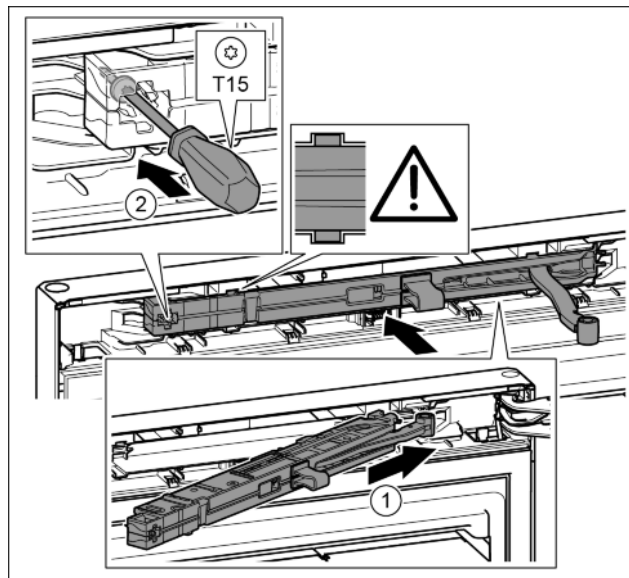

Fig. 19
- ▶ Вставить узел амортизатора со стороны опорного кронштейна в выемку до упора под наклоном. Fig. 19 (1)
- ▶ Затянуть винт отверткой T15. Fig. 19 (2)